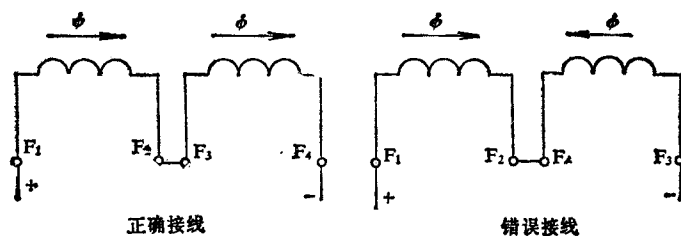
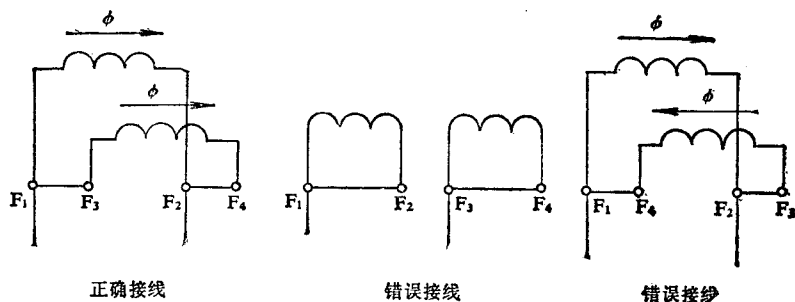

图2-1 直流电动机励磁绕组串联
图2-2 直流电动机励磁绕组并联
(1) 直流电动机常因励磁绕组外部接线错误，使磁场被抵消。造成开车时电枢电流过大，使过流保护动作，造成电动机不能起动。发现这种情况，应迅速切断电枢回路电源，检查励磁电源及控制回路是否正常，励磁绕组联接的极性是否正确。试车中常发现励磁绕组有以下几种错误接线，如图2-1、图2-2所示。图2-1是直流电动机接线盒励磁绕组的接线，其中 F_1-F_2 或 F_3-F_4 中有一种出线极性相反时，则励磁绕组串联后，磁场被抵消。图2-2为直流电动机励磁绕组并联情况。第一种错误接线造成励磁绕组开路，另一种错误接线造成两励磁绕组磁通方向相反。以上错误接线都会使电动机不能起动，而发电机不能建立电压。